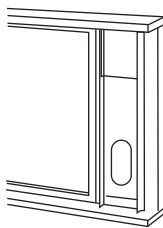

Abb.14
3. Schneiden Sie die Schaumdichtung (selbstklebend) auf die passende Länge zu und kleben Sie sie auf den oberen Fensterflügel (Abb.14).